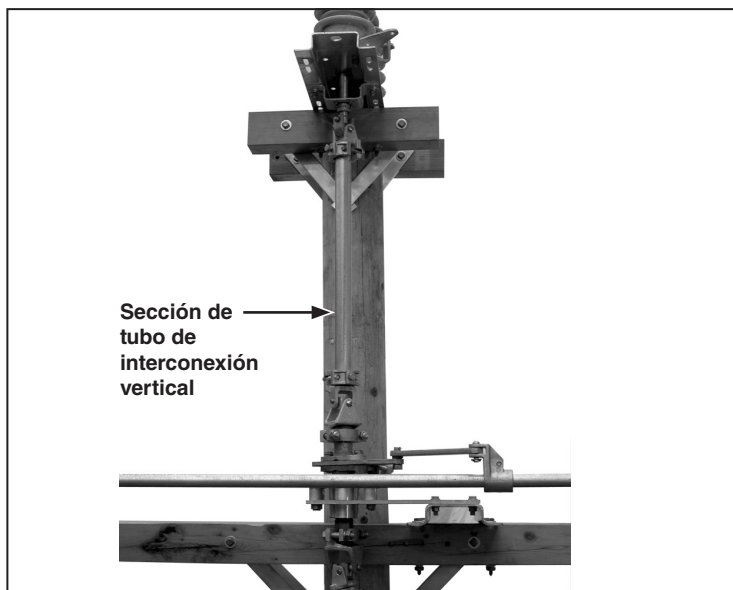

Figura 15. Tubo de interconexión vertical que conecta al polo del interruptor con la chumacera externa.
**PASO 12.** *Para los interruptores con configuración de montaje triangular horizontal:* Instale la sección de tubo de interconexión vertical para conectar el polo del interruptor al conjunto de la chumacera externa. Vea la Figura 15. Siga las instrucciones de “Instalación de los Acoplamientos de Tubo con Tornillos Perforantes de Sujeción”, que están en la página 13.